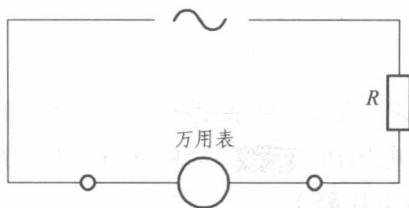

图 2.2 交流电流测量电路图
(1) 将黑表笔插入“COM”插孔，当测量最大值为 200 mA 的电流时，红表笔插入“mA”插孔；当测量最大值为 20 A 的电流时，红表笔插入“20 A”插孔。
(2) 将功能开关置于交流电流档“ $A_{\sim}$ ”量程，并将测试表笔串联接入待测电路中，如图 2.2 所示。